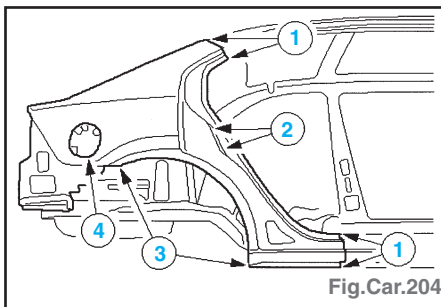

Fig.Car.204
- Panneau latéral (Fig.Car.204) :
- appliquer de la colle (1),
- rabattre le passage de roue (2),
- souder en cordon continu sous gaz protecteur (3),
- souder par bouchonnage (4).